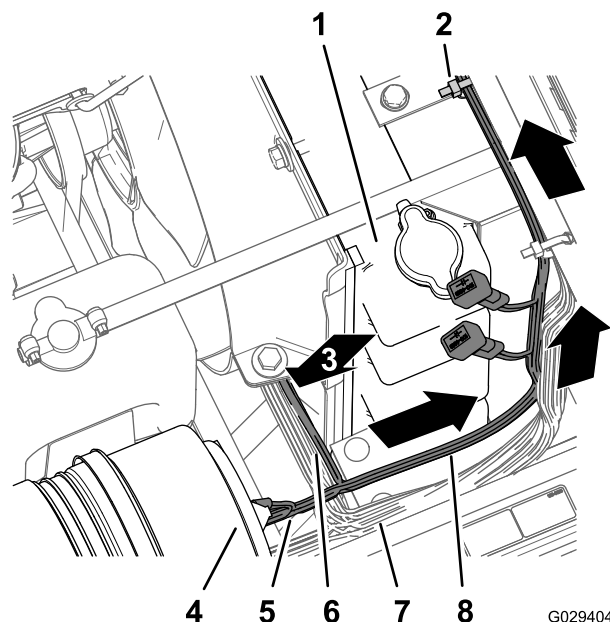

Figura 10
- Enrute el ramal del compartimento del motor de 197 cm del arnés de cables (con el terminal de anillo, la toma del terminal y el conector de 5 tomas) hacia arriba por el lateral derecho del radiador, sobre la parte superior del mismo y por debajo de la base de la consola central (Figura 10).
- Enrute el arnés de cables del kit de acabado entre la barra del ROPS bar y la esquina inferior del depósito del fumigador a lo largo del arnés de cables de la máquina por debajo del limpiador del aire del motor (Figura 9 y Figura 10).